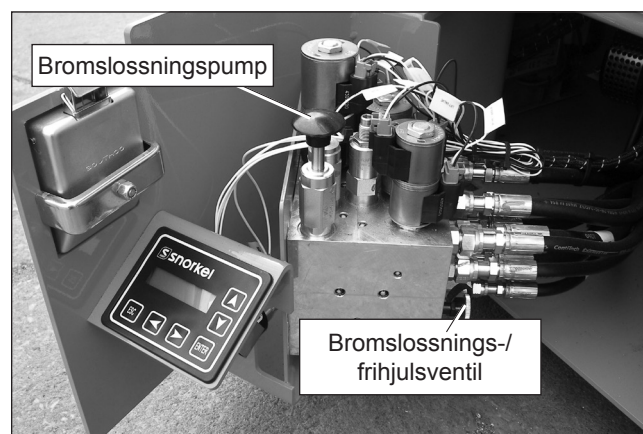

Bild 7 – Fack för hydraulsystem
1. Lås upp och fäll ut styrventilsfacket på maskinens högersida. Bromslossnings-/frihjulsventilen sitter på baksidan av det hydrauliska ventilblocket (se bild 7).